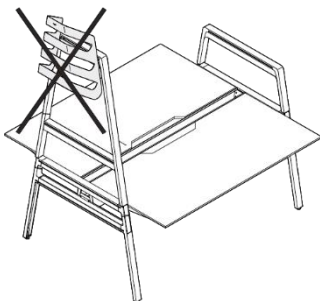

Figure 33 Support de skateboard, montage inadmissible
- position supérieure d'une arche haute (voir Figure 33).